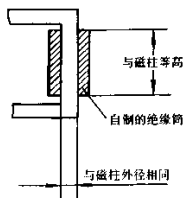

图 5-59 行输出变压器修理示意图
(1) 高压有少量的差异。一般来说, 替换品与原品的高压相差不太多时, 代换后的机器都可以正常工作, 只有个别机型会因高压不足 (或高压太高), 引起光栅暗淡 (或保护电路动作), 行幅扩大 (或行幅缩小) 等故障, 对于这种现象, 可通过适当减小 (或增大) 逆程电容容量的方法来解决。
(2) 缺少某个绕组。彩色电视机行输出变压器的规格很多, 绕组的组数也有很大的差异。如果缺某个绕组, 有时可试着将其省去, 或用改动电路的方法来解决。如果所需绕组匝数较少, 则就可用绝缘导线直接在代换品的磁柱上绕制。如果所缺的绕组匝数较多, 则可将替换品磁芯拆出, 用耐压绝缘软片 (如聚乙烯塑料片) 做一个与芯柱直径相同, 与窗口等高的线圈筒 (对于某些磁芯较难取下的行输出变压器, 只有用绝缘纸或绝缘片直接在磁柱上包 3—4 层, 用穿绕法绕制线圈), 形状如图 5-59 所示。